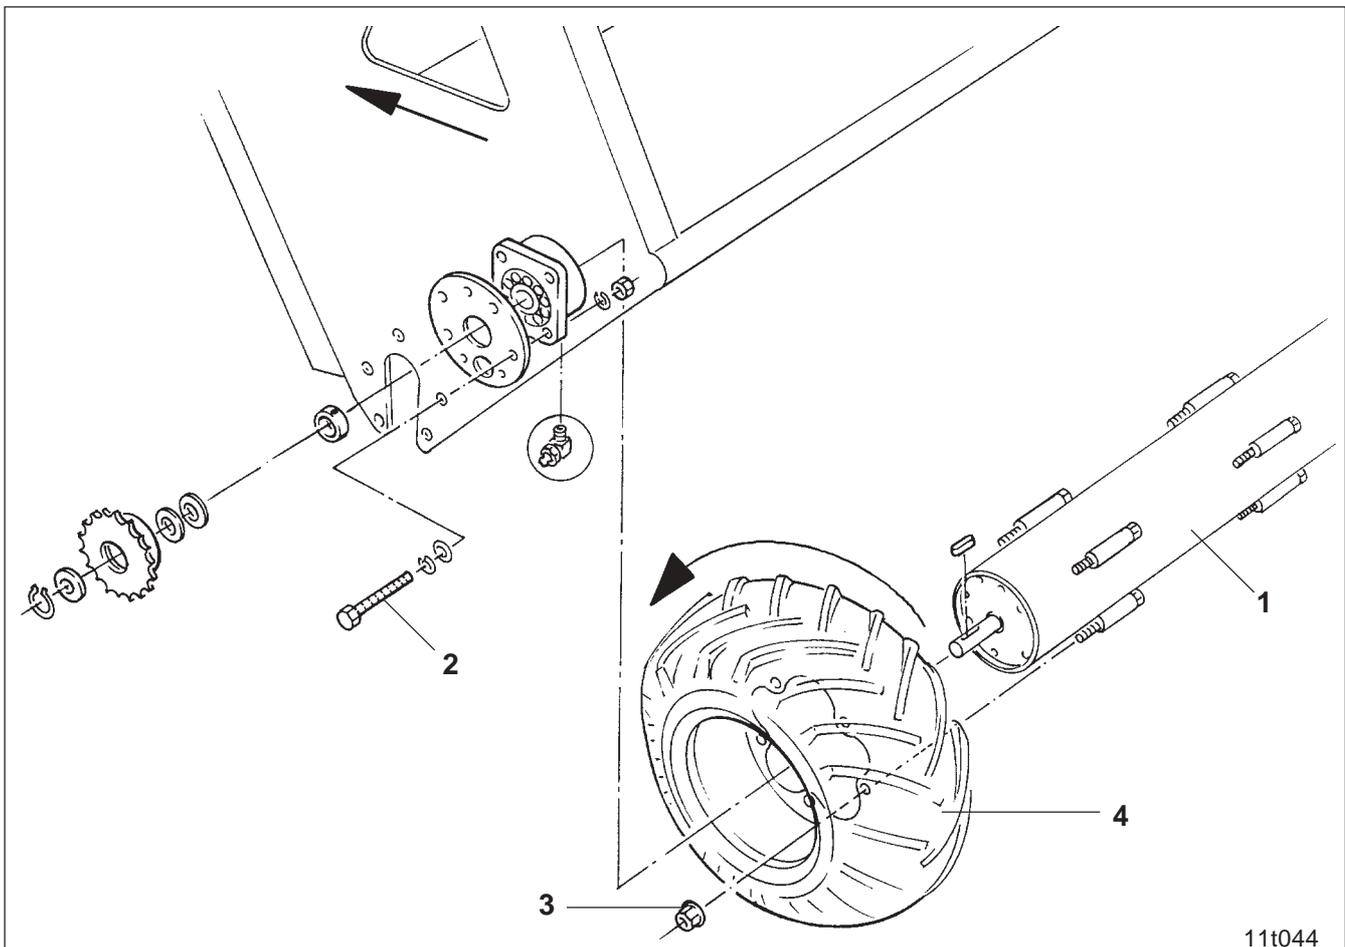

Fig. 50.7
- Walze mit Unterlegkeilen gegen unbeabsichtigtes Wegrollen sichern und die Walze (Fig. 50.7/1) abschrauben. Dazu beidseitig die Befestigungsschrauben (Fig. 50.7/2) entfernen
- Skt.-Muttern (Fig. 50.7/3) entfernen und Reifen (Fig. 50.7/4) von der Walze abziehen.